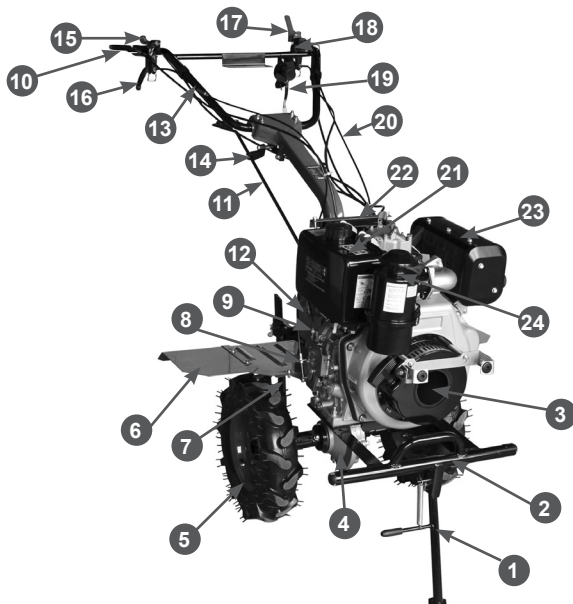

Рис.1 Расположение основных узлов и органов управления
Расположение основных узлов и органов управления мотоблока представлено на Рис.1.
5. Установите стояночную опору 1 мотоблока (Рис.1).
1. Возьмитесь за рычаг сцепления 18 (Рис.1) нажмите и отпустите его 2-3 раза, чтобы включить сцепление. Если включить сцепление не получается, проверьте регулировку свободного хода рычага.